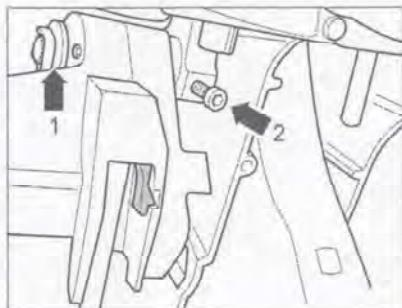

Рис. 7.314. Отверткой снимите стопор (стрелка 1) и отверните болт (стрелка 2).
5. Отверткой снимите стопор (стрелка 1) и отверните болт (стрелка 2) (рис. 7.314).